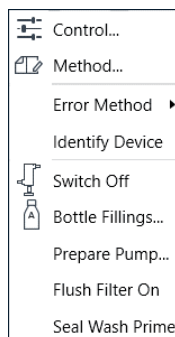

図7 コンテキストメニュー
- シールウォッシュ溶媒を交換し、コンテキストメニューからシールウォッシュのプライミングを開始してください (12ページ 図7を参照)。